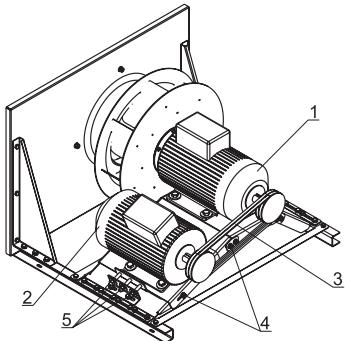

Рисунок 12
Для питания электродвигателей используется кабель с сечением провода не менее 1,5 мм². Поциальному заказу производится вентиляторный блок с резервным двигателем (рис.12). Он состоит из аналогичного по характеристикам дополнительного двухвального двигателя (1), устанавливаемого на место основного двигателя (2), а основной переносится на салазки натяжителя для регулировки ременной передачи (3), связывающей их. При штатной работе основной двигатель приводит через ременную передачу в холостую вращающийся резервный двигатель с расположенным на его валу рабочим колесом.